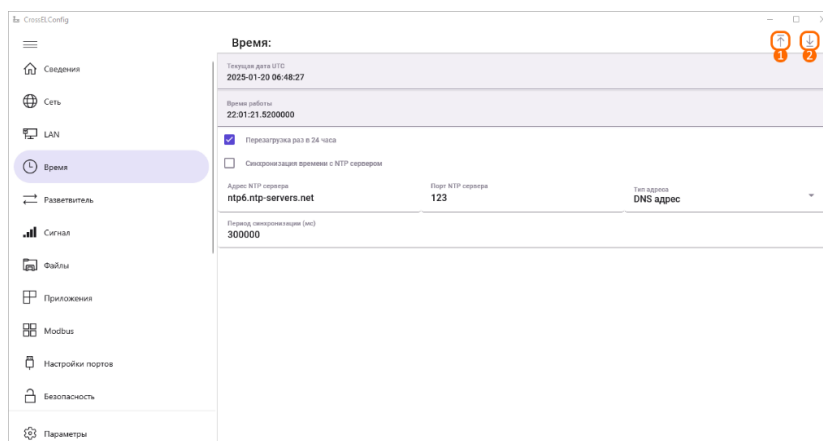

Рисунок 6 – Вкладка «Время»
- Кнопка записи параметров (рис. 6, элемент 1) позволяет записать параметры связи;
- Кнопка чтения параметров (рис. 6, элемент 2) позволяет считать параметры связи.